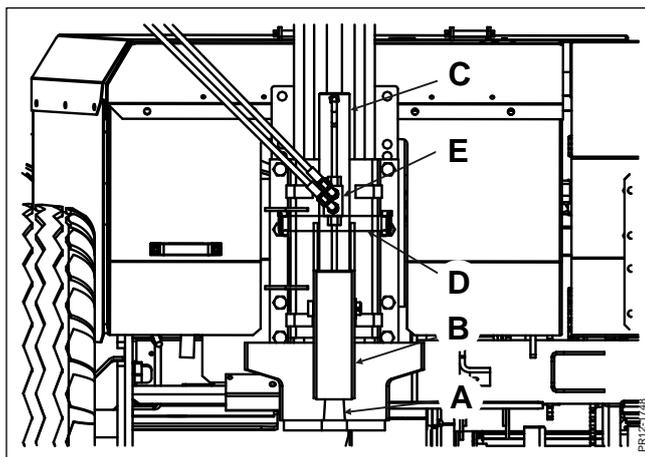

Fig. 3-4
IMPORTANTE: Al conducir en vías públicas con un remolque conectado al enganche hidráulico **B**, el pasador de bloqueo **D** DEBE extraerse de su soporte y desplazarse por el bastidor del enganche hidráulico **B**, de manera que el gancho **A** se bloquee mecánicamente, consulte la fig. 3-4. Es necesario hacerlo para cumplir con las normativas de tráfico actuales.
- Fig. 3-4** El remolque se desconecta como se indica a continuación: si el pasador de bloqueo **D** está colocado de manera que bloquea el enganche **A**, se debe extraer el pasador de bloqueo **D** y colocarse en el soporte del enganche hidráulico **B**. Después, hay que bajar el enganche **A** mediante la activación del cilindro **C**. Si se baja completamente el enganche **A**, se desconecta el remolque. No olvide desconectar los conectores para iluminación, las mangueras de vaciado y los frenos, si están instalados.